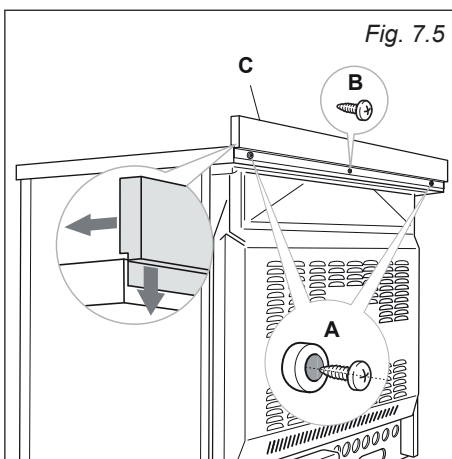

Fig. 7.5
- Togliere i distanziatori "A" (fig. 7.5) dal lato posteriore del piano di lavoro svitando la vite di fissaggio.
- Applicare l'alzatina come evidenziato in figura e fissarla rimontando i distanziatori "A" e la vite "B" (fig. 7.5).